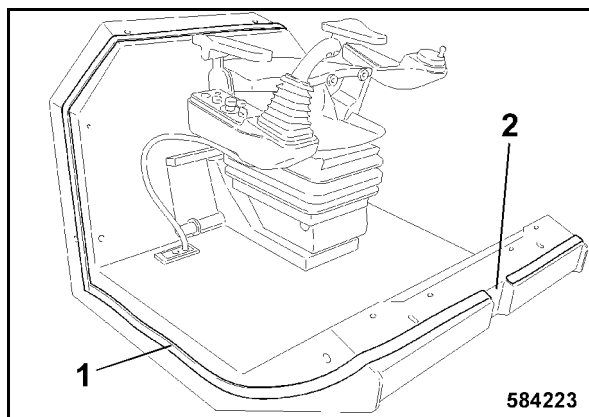

fig. 170
- Coller la bande d'étanchéité 1 (fig. 170) tout autour du poste de conduite.
- Ne pas coller de bande d'étanchéité sur l'ouverture avant du poste de conduite (2), elle sert à l'entrée d'air pour l'aération de la cabine.